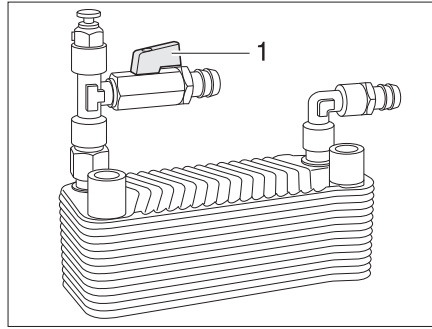

Fig. 184 Termocambiador Alde
- Poner en marcha:* ■ Colocar el tirador (Fig. 184,1) del grifo de cierre en paralelo a la tubería.
- Apagar:* ■ Colocar el tirador (Fig. 184,1) del grifo de cierre transversalmente a la tubería.